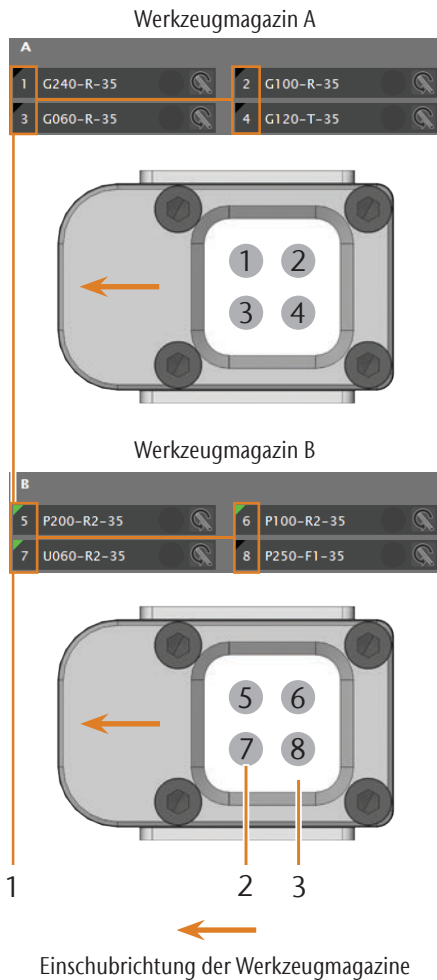

ABB. 16: VERGLEICH CNC-SOFTWARE UND WERKZEUGMAGAZINE
- Die Positionen der Werkzeuge in den Blöcken müssen mit den Werkzeugpositionen in DentalCNC übereinstimmen. Nutzen Sie dazu die Informationen in der Ansicht für die Werkzeugverwaltung (☞ Abb. 16).